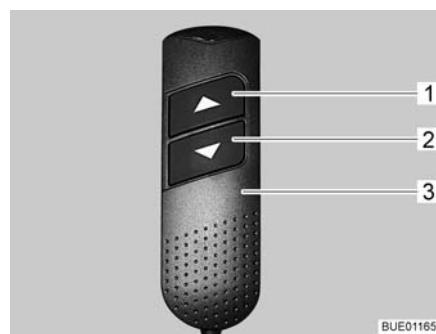

Fig. 62 Elemento di regolazione
■ Sull'elemento di regolazione (Fig. 62,3) premere contemporaneamente i due tasti freccia (Fig. 62,1 e 2) e tenerli premuti fino a quando il letto basculante non si è spostato completamente verso il basso. Una volta rilasciati i tasti viene emesso un segnale acustico di conferma.
■ Sull'elemento di regolazione (Fig. 62,3) premere il tasto freccia inferiore (Fig. 62,2) e tenerlo premuto fino a quando il letto basculante non ha raggiunto la posizione finale in basso.
■ Sull'elemento di regolazione (Fig. 62,3) premere il tasto freccia superiore (Fig. 62,1) e tenerlo premuto fino a quando il letto basculante non ha raggiunto la posizione finale in alto.
■ Portare leggermente il letto basculante con i tasti freccia (Fig. 62,1 o 2) nella direzione opposta.